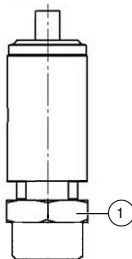
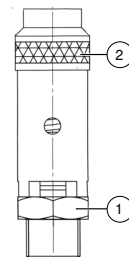

Fig. 15 : Soupape de sécurité - Raccord de 1/4"
Fig. 16 : Soupape de sécurité - Raccord de 1/2"
2. Ouvrez la soupape de sécurité pendant quelques secondes en tournant l'écrou moleté (Fig. 16 à la page 43) dans le sens antihoraire. Pendant ce processus, la fermeture de la soupape de sécurité s'ouvre et de l'air doit s'échapper.
1. Placez une clé à fourche à la surface de la clé (voir pos. 1, Fig. 15 à la page 43 et Fig. 16 à la page 43) et dévissez la soupape de sécurité par une rotation vers la gauche.